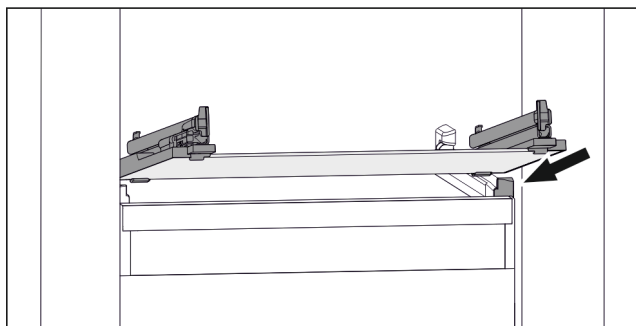

Fig. 159 Примерно изображение на стъклената плоча
- Поставете стъклената плоча под ъгъл зад ограничителите. (виж Fig. 159)